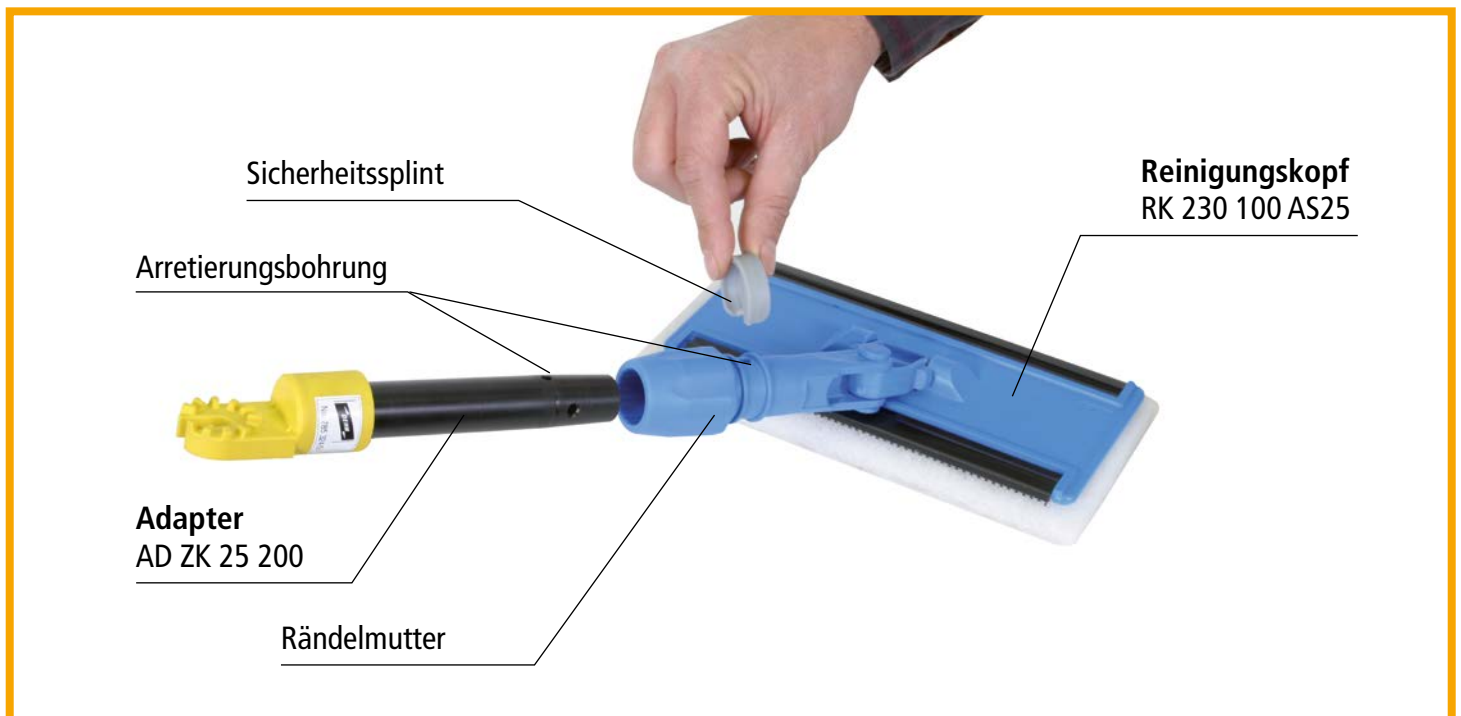

Bild 1 Montage Reinigungskopf auf Adapter mit Zahnkupplung
- ➔ In die Arretierungsbohrung wird der graue Sicherheitsplint gesteckt und danach der **Reinigungskopf RK 230 100 AS25** mit der Rändelmutter fest verschraubt (siehe Bild 1).